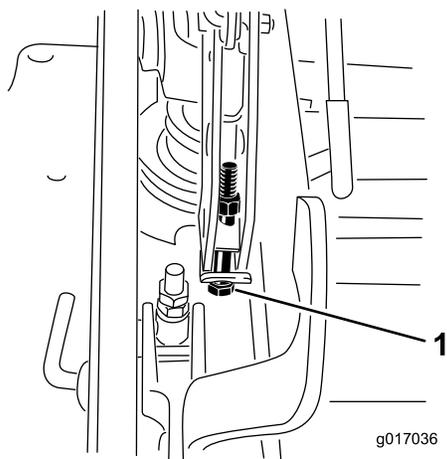

Figure 78
13. Si le plateau est trop bas, serrez le boulon de réglage monopoint dans le sens horaire. Si le plateau est trop haut, desserrez le boulon de réglage monopoint dans le sens antihoraire (Figure 78).